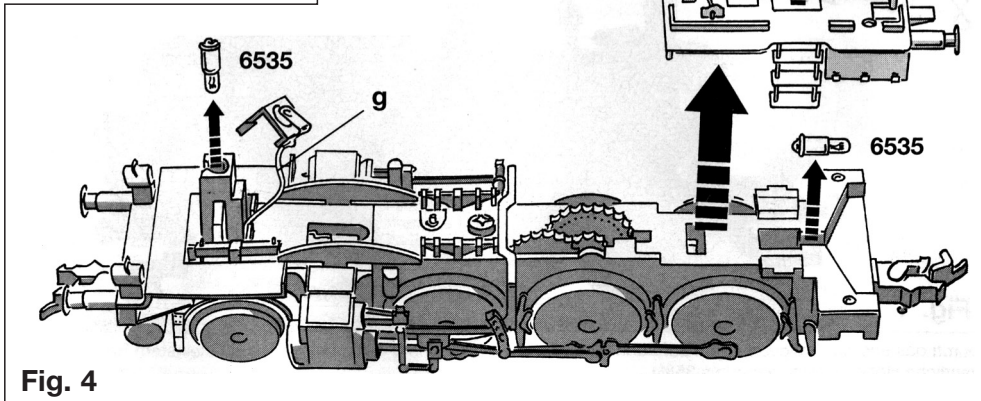

Fig. 4
**Udskiftning af pære (for):** Kontakten trækkes ovenud. **Forsigtigt: Undgå at skrabe den røde ledning (g)!** Pæren trækkes ovenud af holderen (Fig. 4).
**Udskiftning af pære (bag):** Decoderholderen **k** løftes ovenud. Motorholderen **h** trykkes let ned og hægtes ved hjælp af en pincet af, og løftes ovenud. Motor med rød underdel løftes ovenud (Fig. 4), og herunder kommer pæren til syne. Pæren trækkes ud af fatningen.
**Smøring:** Smør kun på de viste punkter (Fig. 4, 5). Anvend kun **FLEISCHMANN-olie 6599**. Kun en enkelt dråbe for hvert smørested (→), ellers oversmøres. Til dosering anvendes de lille nål indvendig i skrilåget.
**Sostituzione della lampadina (davanti):** Estrarre verso l'alto il contatto della lampadina. **Attenzione: non rompere il filo rosso (g)!** Togliere la lampadina dal supporto estraendola verso l'alto (fig. 4).
**Sostituzione della lampadina (dietro):** Sollevare verso l'alto il supporto **k** del decoder. Attenzione: non rompere i cavi! Premere verso il basso il supporto del motore **h** e con l'aiuto di una pinzetta toglierlo sollevandolo verso l'alto. Sollevare verso l'alto il motore e la parte rossa inferiore della carrozzeria (fig. 4), al fine di vedere la lampadina. Togliere la lampadina dal suo supporto.
**Lubrificazione:** L'asse ed il motore vengono oliati solo nei punti indicati (fig. 4 e 5). Utilizzare solo olio **FLEISCHMANN 6599**. Usare soltanto una piccola goccia per ogni punto di oliature (→), altrimenti si rischia di oliare troppo. Per il dosaggio utilizzare l'ago di cui è provvisto il tappo di chiusura del flacone dell'olio.
**Lampenwechsel (vorne):** Lampenkontakt nach oben abnehmen. **Vorsicht: Rote Litze (g) nicht abreißen!** Glühlampe aus der Halterung nach oben herausziehen (Fig. 4).
einer Pinzette abheben und nach oben abnehmen. Motor mit Motorkontaktplatte nach oben abheben (Fig. 4), so dass die Glühlampe darunter zum Vorschein kommt. Glühlampe aus der Fassung herausnehmen.
**Ölen:** Geölt werden Achsen und das Getriebe nur an den gekennzeichneten Stellen (Fig. 4, 5). Nur **FLEISCHMANN-ÖI 6599** verwenden. Nur ein kleiner Tropfen pro Schmierstelle (→), sonst Überölung. Zur Dosierung die in der Verschlusskappe der Ölflasche angebrachte Nadel verwenden.
**Changing the Bulbs (front):** Take off the light contact upwards. **Attention: Do not rip off the red line (g)!** Pull out the bulb upwards from its socket (Fig. 4).
**Changing the Bulbs (rear):** Carefully lift off the decoder carrier **k**. Press down the motor retaining clip **h**, and using tweezers lift it off upwards. Lift up the motor with the motor-contact plate (Fig. 4), so that the bulb can be seen underneath. Take the bulb out of its socket.
**Lubrication:** Axles and bearings should only be oiled on the places indicated (Figs. 4, 5). Only use **FLEISCHMANN-oil 6599**. Only put a tiny drop in each place (→), otherwise it will be overoiled. An applicator needle is located in the cap of the oil bottle for your use.
**Remplacement de la lampe (avant)** : Enlever le contact de la lampe en le soulevant. **Attention : Veiller à ne pas casser le fil rouge (g) !** Retirer la lampe de son logement en la soulevant (fig. 4).
**Remplacement de la lampe (arriere)** : Retirer, vers le haut, le support d'interface **k**. Veiller à ne pas casser les fils. Presser vers le bas l'étrier de fixation **h** du moteur. Au moyen d'une petite pince, dégager les arrêts et enlever l'étrier vers le haut. Retirer, vers le haut, le moteur en même temps que la partie contact-moteur de la carrosserie (fig. 4) de façon à apercevoir la lampe au paravant cachée. Oter la lampe de son support.
**Lubrication** : Les axes et le train d'engrenages doivent être légèrement huilés aux repères marqués de flèches (fig. 4, 5). N'utilisez que l'huile recommandée **FLEISCHMANN 6599**. Une seule goutte par point à lubrifier (→) afin d'éviter tout excès. L'aiguille montée dans le bouchon du petit flacon convient parfaitement à cet usage.
**Het vervangen van het lampje (voor)**: Lampkontakt naar boven wegnemen. **Voorzichtig: rode draad (g) niet los-trekken!** Lampje naar boven uit de houder trekken (fig. 4).
**Het vervangen van het lampje (achter)**: Decoderhouderbeugel **k** naar boven eruittrekken. Voorzichtig: draaden niet lostrekken! motorhouderbeugel **h** naar beneden drukken en met behulp van een pincet verwijderen. Motor met klemplaatje van het onderstel naar boven wegnemen (fig. 4), zodat het lampje daaronder te voorschijn komt. Lampje uit de fitting nemen.
**Olien**: De assen en de aandrijving uitsluitend op de aangegeven plaatsen olien (fig. 4, 5). Alleen **FLEISCHMANN-olie 6599** gebruiken. Een klein druppeltje per smeerpunt (→) is heus voldoende, anders wordt de zaak te ved. Voor en juiste dosering het spuitje gebruiken dat wordt bijgeleverd in het olieflesjes.